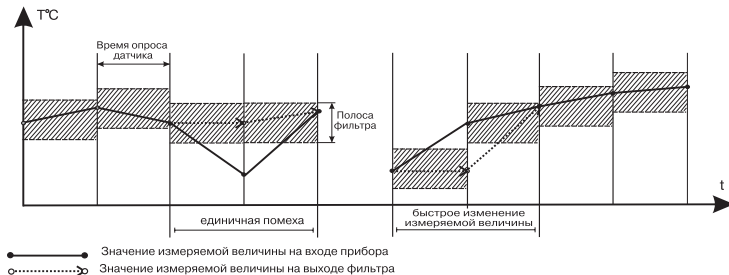

Рисунок 7
3.1.4.1. Параметр **b0-2**, называемый полосой цифрового фильтра, позволяет защитить измерительный тракт от единичных помех. Полоса фильтра задается в единицах измеряемой величины. Если полученное значение отличается от предыдущего на величину, большую, чем установлено в этом параметре, то прибором производятся повторные измерения, до тех пор, пока полученное значение не попадет в заданную полосу (рис.7). В течение всего этого времени на цифровом индикаторе остается старое значение измеренной величины.